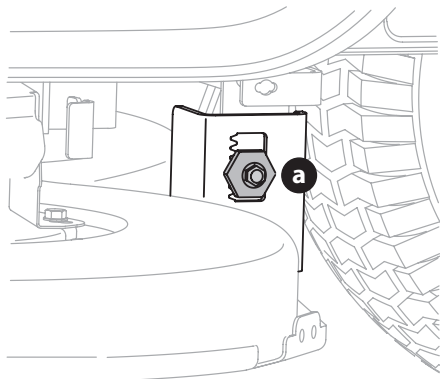

Figure 24
3. Un boulon de réglage se trouve sous chaque aile arrière, près des roues (Figure 24).
4. Desserrez le boulon (a) fixé au support gauche du plateau de coupe, sans le retirer (Figure 24).
6. Serrez le boulon (a) du support gauche du plateau de coupe une fois l'ajustement désiré atteint (Figure 24).